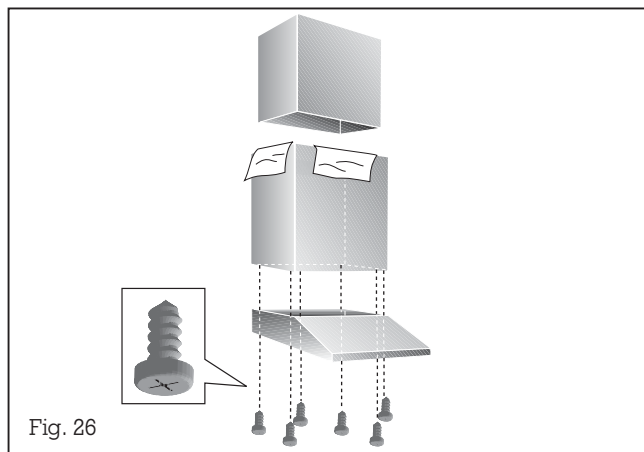

Fig. 26
- Skruva ihop skorstenens anslutningsdel och skorstenens underdel med de 6 skruvarna (3,5 x 9,5 mm) (fig. 26).